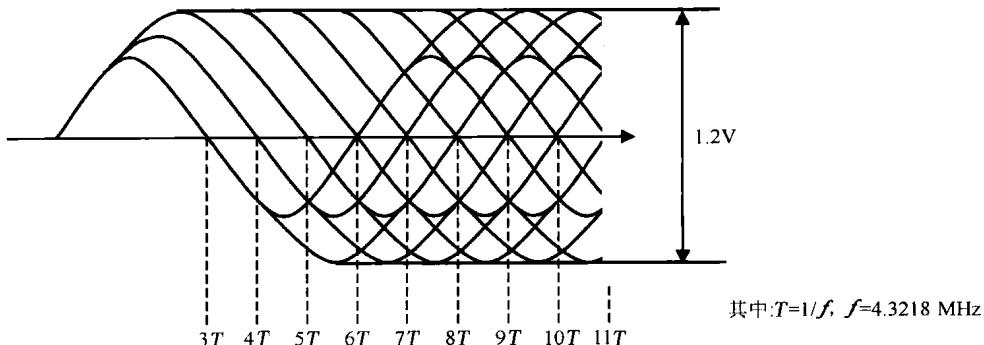

图1.7 RF信号眼图波形
① 用示波器观察眼图波形：将示波器置于 $0.5V/div$ 和 $0.5\mu s/div$ ，观察RF放大器电路输出的RF眼图波形，如图1.7所示。正常播放时眼图的峰-峰值应在1.2V左右，且眼图清晰无网纹干扰。